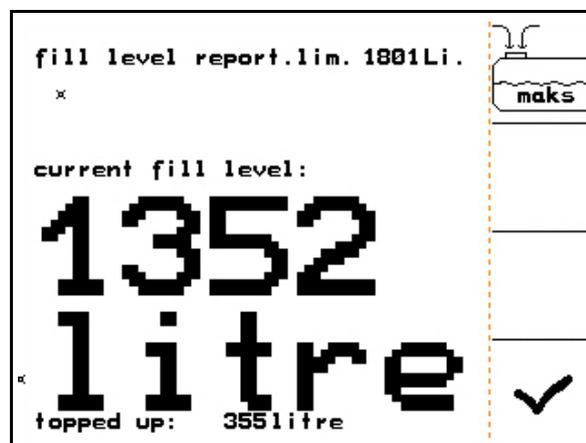

Fig. 83
1.  Call up the filling menu (Fig. 83).
3.  Call up the filling menu (Fig. 83).